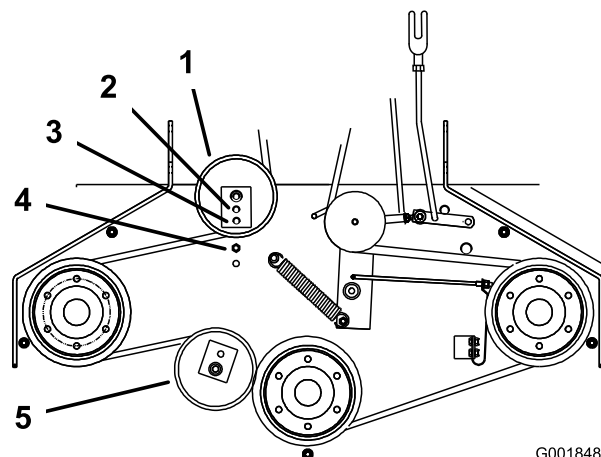

Figura 51
tensora trasera al taladro central o delantero (Figura 51). Utilice el taladro que permita el ajuste correcto.
7. Cuando se cambia de posición la polea tensora, será necesario cambiar también la guía de la correa. Mueva la guía de la correa a la posición delantera (Figura 51).